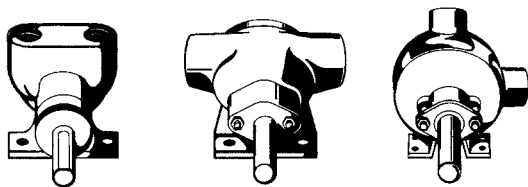
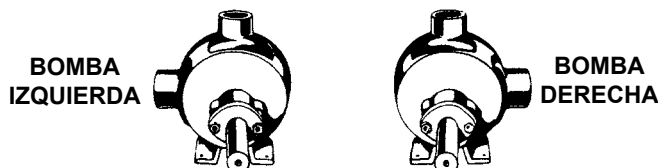

FIGURA 1
FIGURA 2
- Disposición de Conductos** - Ya que las bombas tienen distintas combinaciones de conductos dependiendo del modelo, la ubicación de los mismos debe ser examinada antes de comenzar con la instalación. Los conductos pueden ser verticales, opuestos o encontrarse en ángulos derechos el uno al otro, **ver Figura 1**. Los conductos de ángulo derecho son generalmente derechos, **ver Figura 2**. Algunos modelos están disponibles con conductos izquierdos; sin embargo otros modelos están disponibles con conductos en ángulo derecho ubicados en cualquiera de las ocho posiciones incluyendo izquierda y derecha.